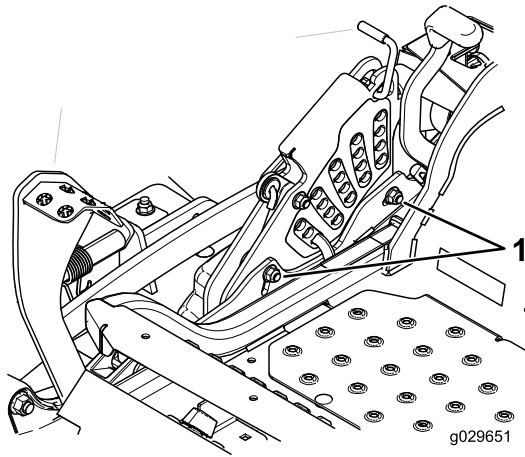

Figura 95
borde inferior de la pletina de altura de corte (Figura 95).
13. Apriete los 2 pernos en el borde inferior de la pletina de altura de corte (Figura 95).